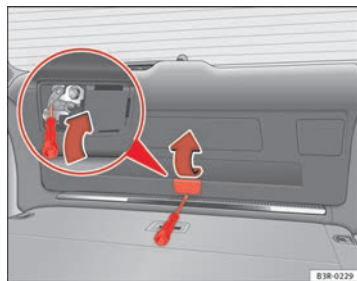

Abb. 76 Ausschnitt Heckklappe: Notentriegelung
- Klappen Sie die Abdeckung ⇒ Abb. 76 -Pfeil- auf.
- Stecken Sie den Schraubendreher in die Öffnung ⇒ Abb. 76 -Pfeil- und schieben Sie den Schraubendreher in Pfeilrichtung, um die Heckklappe zu entriegeln. ■